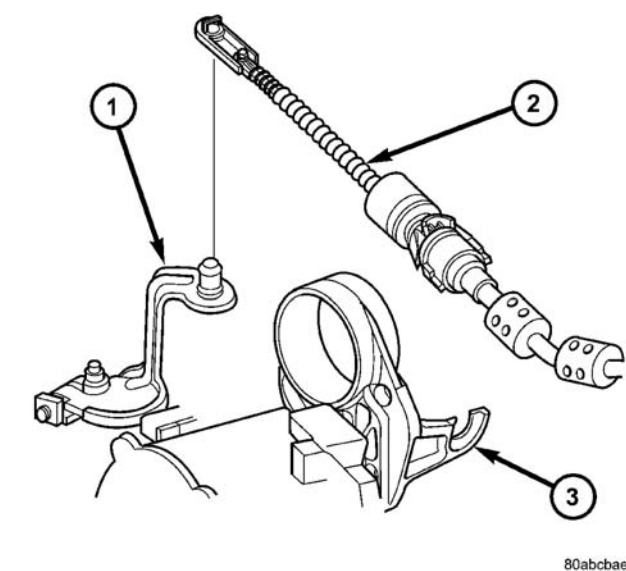

图 169 变速驱动桥处的换档杆拉线
- (1) 断开蓄电池负极电缆。
- (2) 断开在手动阀杆处的换档拉线 (图 169)。
- (3) 从上安装支架上断开换档拉线 (图 169)。